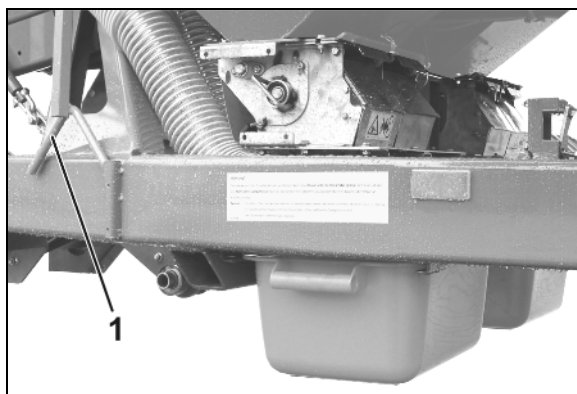

Рис. 72
- ширины захвата агрегата (Рис. 72/1)
- мелкозерновые культуры, например, рапс (Рис. 72/2)
- зерновые и бобовые (Рис. 72/3).